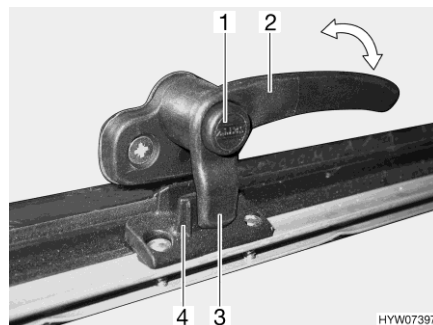
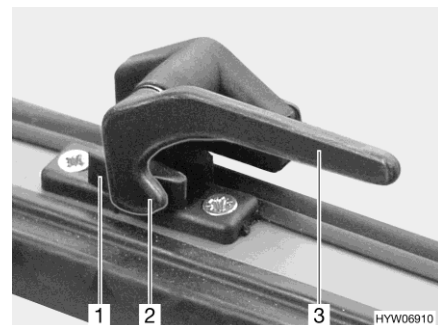

Bild 113 Låsarm med låsknapp i läget "stängd"
Bild 114 Låsarm i läget "stängd"
- Tryck på låsknappen (Bild 113,1) om sådan finns och håll den nedtryckt.
- Vrid alla låsarmar (Bild 113,2 eller Bild 114,3) ett kvarts varv mot luckans mitt.
- Vrid alla låsarmar (Bild 113,2 eller Bild 114,3) ett kvarts varv mot ramen. Låsspaken (Bild 113 eller Bild 114,2) sitter på insidan av lucklåset (Bild 113,4 eller Bild 114,1).
- I läget "helt stängt" (Bild 113 och Bild 114)